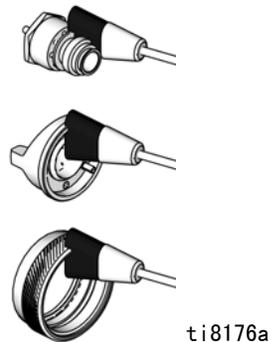

图 16: 清洗气帽、锁环和流体喷嘴。
11. 用软毛刷擦洗空气帽锁紧环、空气帽和流体喷嘴（见图 16）。要清理空气帽小孔，请使用诸如牙签之类的软器具，以免损坏关键表面。至少要每天清洗空气帽及流体喷嘴。某些用途需要更经常进行清洗。